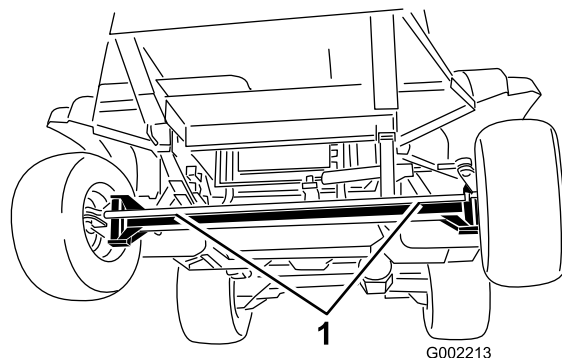
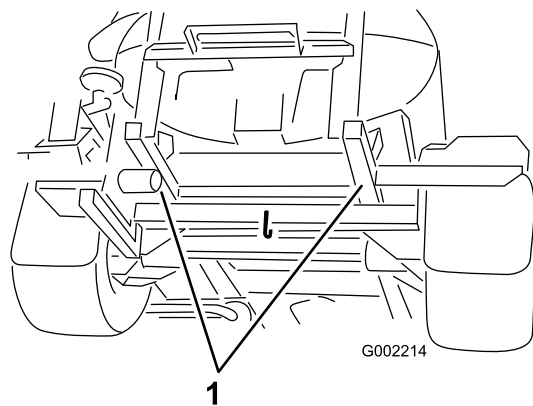

図 53
図 54
2. 牽引ロープを取り付ける車両前後のロープ掛けポイントについては 図 53 と 図 54 を参照。